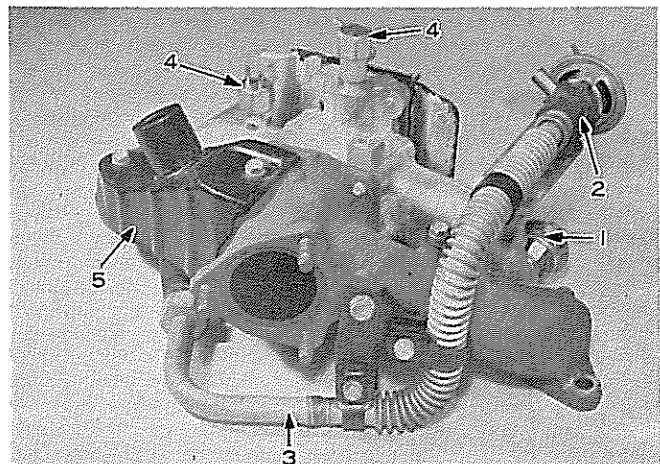

図4-8-7 マニホルドの分解 (18R-U)
16R-Jは図4-8-7の④のガス フィルタのみを取りはずしてマニホルドを分解する。